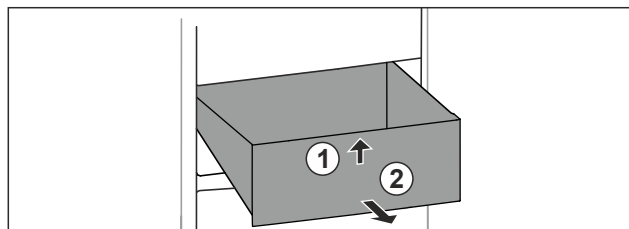

Fig. 36
► Unieść szufladę z przodu. Fig. 36 (1)
► Wyjąć szufladę do przodu. Fig. 36 (2)